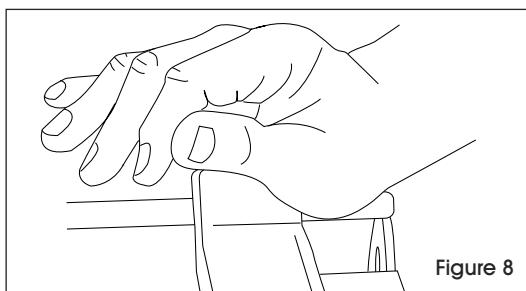

Figure 8
12. Au côté opposé, poussez la goupille d'arrêt à l'écart du support de charnière gauche. (Voir Figure 8)